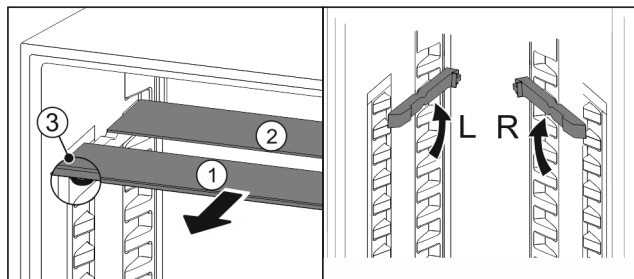

Fig. 97
- ▶ Træk glaspladerne ud enkeltvis fremad Fig. 97 (1).
- ▷ Glaspladen Fig. 97 (1) med pyntelisten ligger foran.
- ▷ Stoppe Fig. 97 (3) peger nedad.